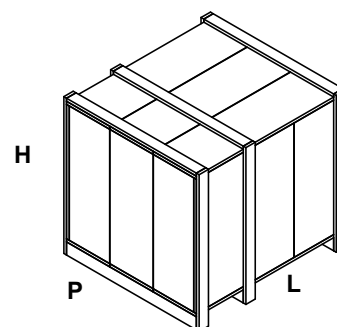

Fig. 1
**ATTENZIONE:** una volta montata la rampa secondo lo schema riportato in Fig. 1, deve essere effettuata la prova di tenuta del circuito gas, secondo le modalità previste dalla normativa vigente.